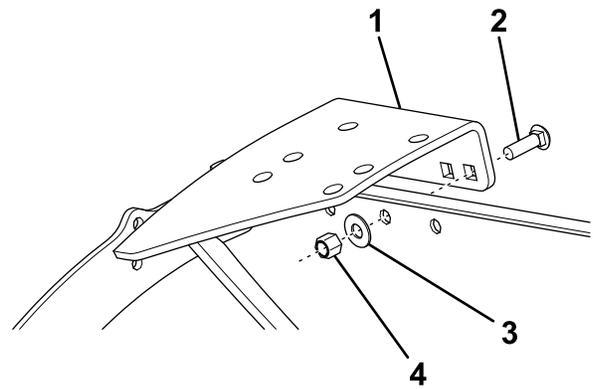

Bild 15
5. Die Grundplatte der Federhalterung mit einer Schlossschraube ($\frac{3}{8}$ "), Unterlegscheiben und Sicherungsmuttern (**Bild 15**) lose am Pflug befestigen.